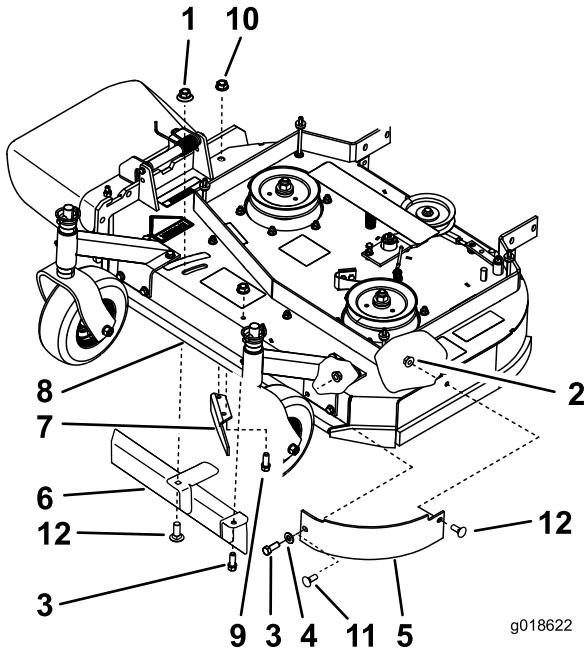
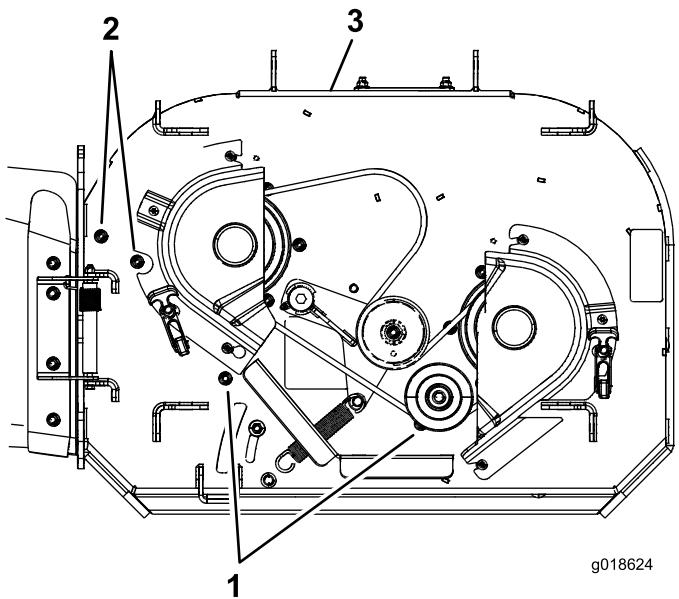

Figura 3
Figura 4
1. Retire la cubierta de las correas de la carcasa de corte (Figura 3).
2. Retire los pernos, las arandelas y las tuercas con arandela prensada que sujetan el deflector delantero izquierdo en su lugar (Figura 3).
4. Retire los pernos y las tuercas con arandela prensada que sujetan el deflector de descarga en su sitio (Figura 3 o Figura 4). Instale las tuercas y los pernos para tapar los taladros después de retirar el deflector.
- Retire la tuerca grande con arandela prensada o el bloqueo de leva y la arandela desenroscándolos del deflector de flujo ajustable (Figura 3).
- Retire el perno que sujeta el deflector de flujo ajustable en su lugar (Figura 3).